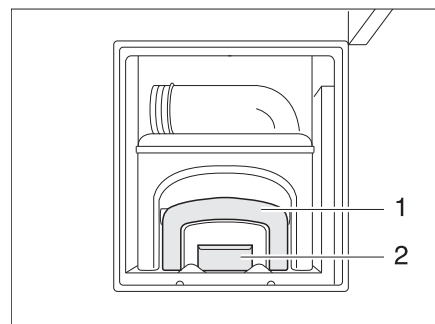

Bild 263 Zugang Fäkalientank, geöffnet
- Entriegelung (Bild 263,2) betätigen und Fäkalientank (Kassette) am Griff (Bild 263,1) herausziehen.